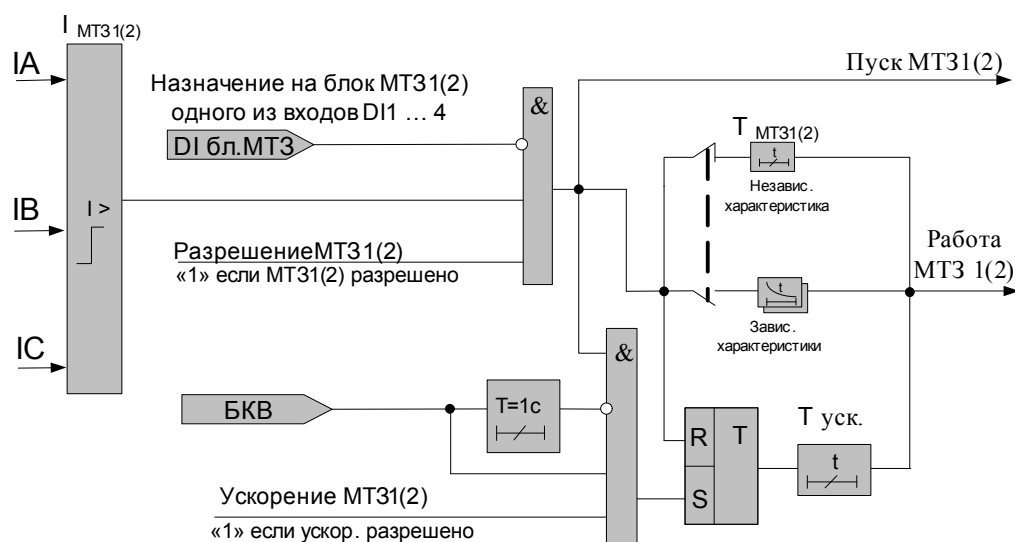

Рисунок 13 – Функциональная схема МТЗ 1(2)
Функциональная схема МТЗ 1(2) изображена на (Рисунок 13).